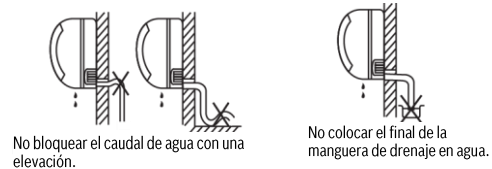

Fig. 7
1. Colocar la manguera de drenaje con una inclinación hacia abajo. No instalar la manguera de drenaje tal como se lo visualiza en la Fig. 7.